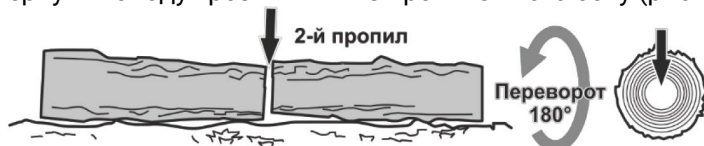

Рисунок 13. Схема остаточного розпи́лу колоди з протилежного боку.
2. Перевернути колоду і розпиляти її з протилежного боку (рис. 13).